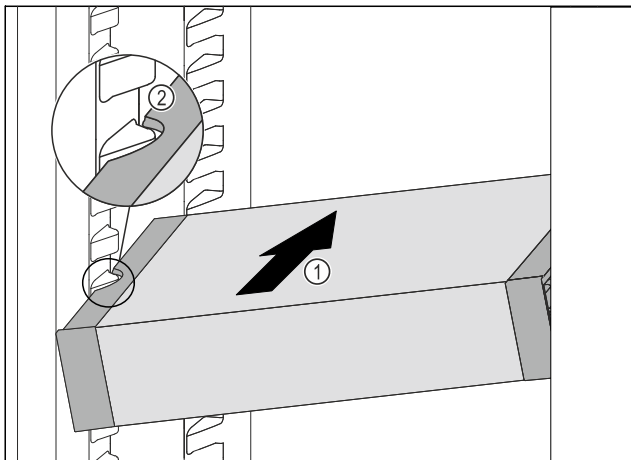

Fig. 84
- ▶ Вдвигайте VarioSafe под наклоном в холодильное отделение Fig. 84 (1), пока боковые выемки Fig. 84 (2) VarioSafe не окажутся на высоте выступа резервуара в холодильном отделении.